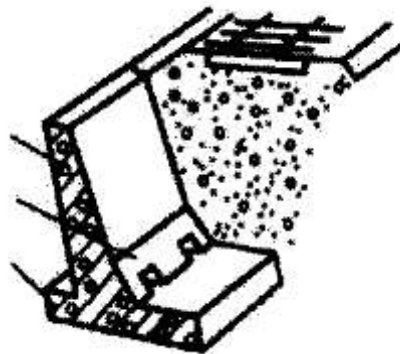

Рис. 54. Искусственное сооружение
**Текст задания:** Назовите, какое искусственное сооружение показано на рис. 54. Расскажите о его назначении, материале изготовления и опишите его основные части.